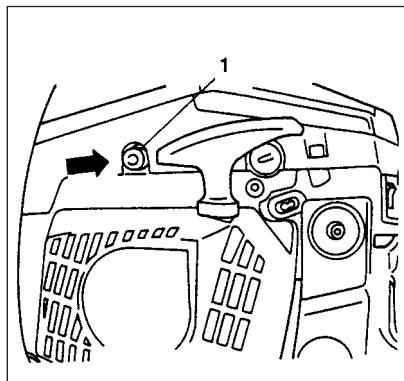

Fig. 2-2B
- \* Premere la valvola di decompressione (1) (se così predisposta, questa valvola ritorna in posizione quando il motore si è avviato). (Fig. 2-2B)